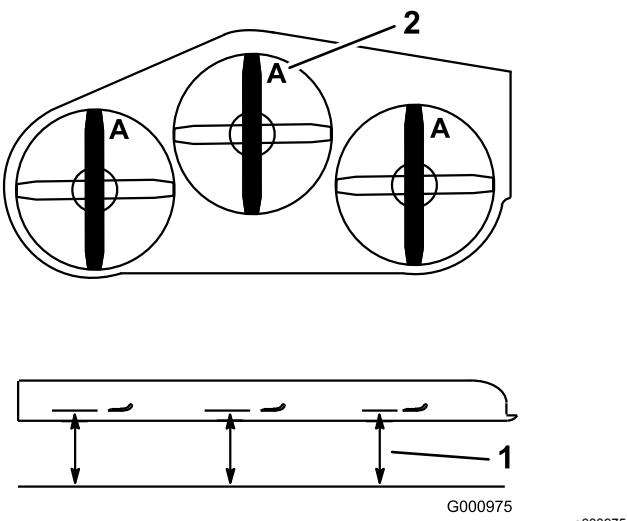

Figura 75
4. Mida desde una superficie nivelada hasta el filo de corte, posición A, de las cuchillas (Figura 75).